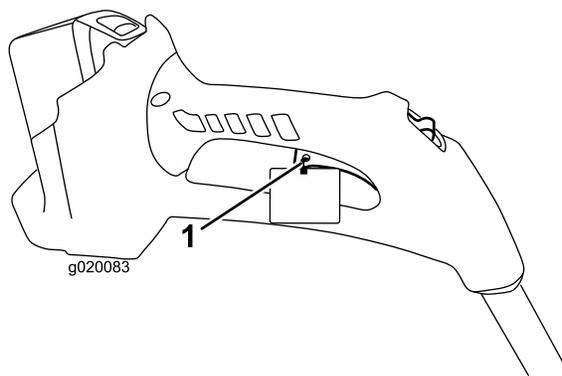

Figura 3
2. Corte la brida y retírela de la empuñadura del gatillo (Figura 3).